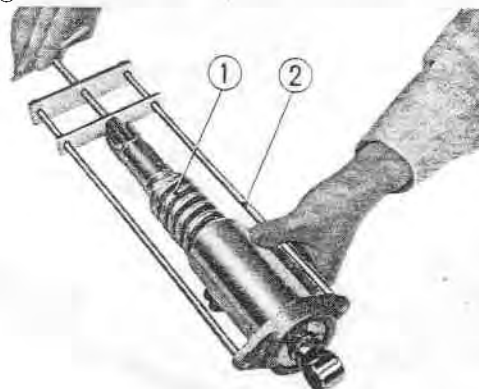

Fig. 12-3 ① Ressort d'amortisseur
2. Enlever le ressort d'amortisseur à l'aide de l'outil spécial de démontage de l'amortisseur arrière outil référence 07035-30001. (Fig. 12-3)